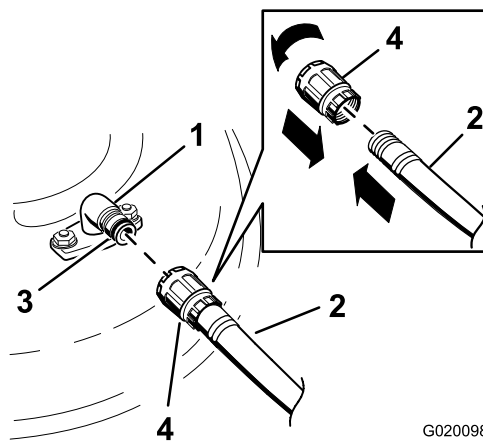

Figura 75
3. Atașați cuplajul furtunului la capătul fittingului de spălare a mainii de tuns iarba i pornii apa cu presiune maximă (Figura 75).